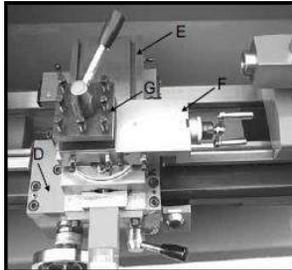

Fig. 14
4. **Carro** - O carro (D, Fig. 14) contém os elementos de controle para as diferentes alimentações, além de apoiar a chapa de proteção.
5. **Carro transversal** – O carro transversal (E, Fig. 14) é montado sobre o carro e se move em um deslize articulado que pode ser ajustado através da contra chaveta.
6. **Tampa deslizante** – A tampa deslizante (F, Fig. 14) é montada no carro transversal pelos parafusos T que podem ser rotacionados a 360 graus. A tampa deslizante se move em um deslize articulado e tem uma contra chaveta ajustável, que trava os parafusos.
7. **Pós-ferramenta para tornos** – A pós-ferramenta (G, Fig. 14) está localizada no pivô central na tampa deslizante. Ela tem quatro posições de localizador que a posicionam para seu principal eixo. Ela pode ser segura em qualquer ângulo pela trava de fixação da pós-ferramenta.